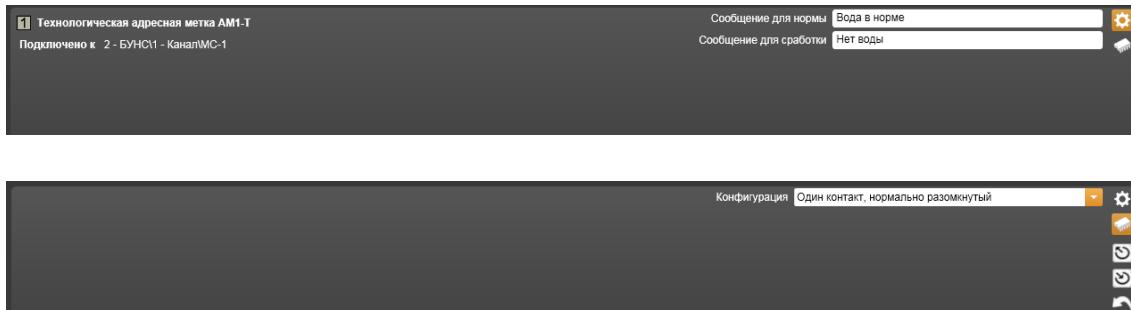

Рисунок 14.3.57 – Свойства Технологической адресной метки АМ1-Т
## 18) Технологическая адресная метка АМ1-Т (Рисунок 14.3.57).
-  – **Параметры по умолчанию** – значок, при щелчке на котором происходит считывание параметров из памяти компьютера в таблицу параметров текущей закладки (Нижний рисунок 14.3.57).